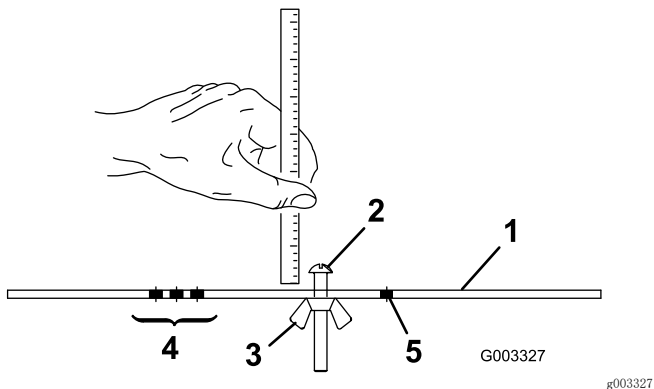

图16
2. 松开调刀尺上的螺母（图16），并将调节螺丝设定为所需的剪草高度。